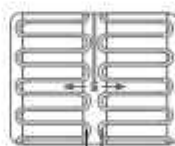
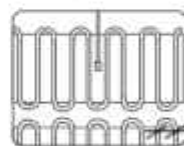

Rysunek 1
Rysunek 2
6. Ustawić matę grzejną w stosunku do czujnika temperatury podłogi. Upewnić się, że czujnik jest umieszczony -wewnątrz maty grzejnej (rys. 1) lub między dwiema matami (rys. 2) w równej odległości od zwojów kabla grzejnego. Nie należy instalować czujnika temperatury podłogi między zwojami kabla grzejnego (rys. 3).